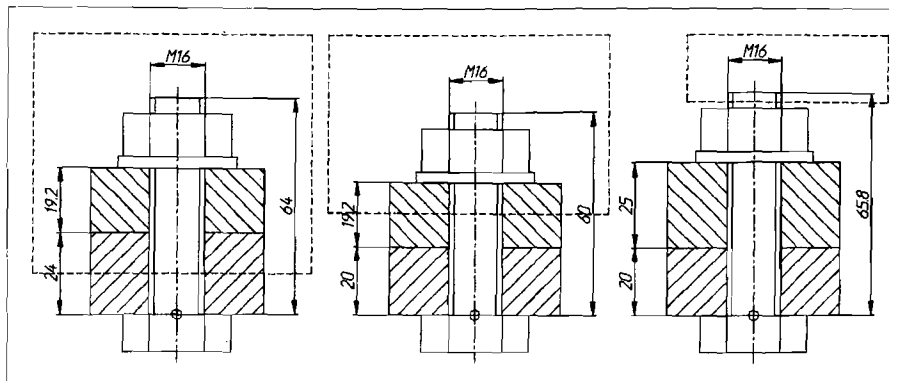

Рис.6
2. Командой РАСТЯНУТЬ (STRETCH) последовательно выполнить деформирование соответствующей части изображения до получения требуемых размеров корпуса, крышки и длины стержня болта (рис.6).